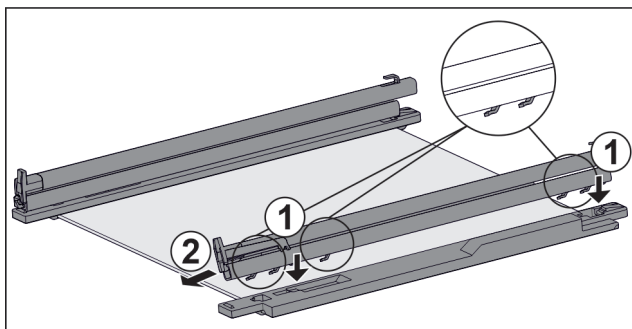

Fig. 125 Steklana plošča z vodili in držalnimi deli
- ▶ Kavelj vodila namestite na odprtine **levega** držalnega dela. Fig. 125 (1)
- ▶ Vodilo potisnite proti sprednji strani. Fig. 125 (2)
- ▶ Kavelj vodila namestite na odprtine **desnega** držalnega dela. Fig. 125 (1)